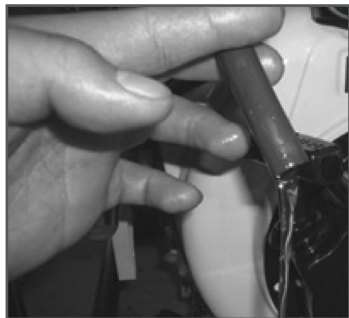

Рис.14
2. Если шланг топливный большой длины, снимите шланг со штуцера топливного насоса и подождите пока не потечет топливо (Рис.14). Наденьте шланг на штуцер топливного насоса.